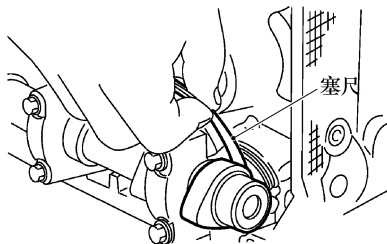

图 7-13 测量气门间隙
13) 如图 7-13 所示使用塞尺测量一缸进气门和三缸排气门间隙。